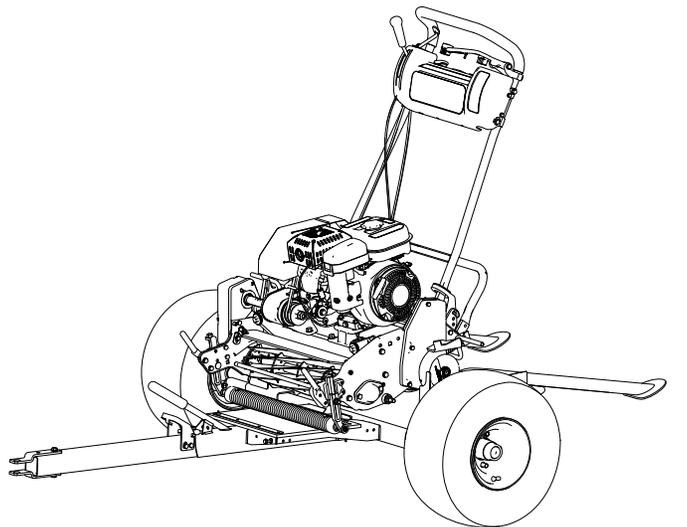

Рисунок 12
3. Снимите с газонокосилки корзину, отключите привод барабана и переведите дроссельную заслонку в самое медленное положение. **Медленно** заведите газонокосилку на прицеп до контакта с противооткатными упорами (Рисунок 12).